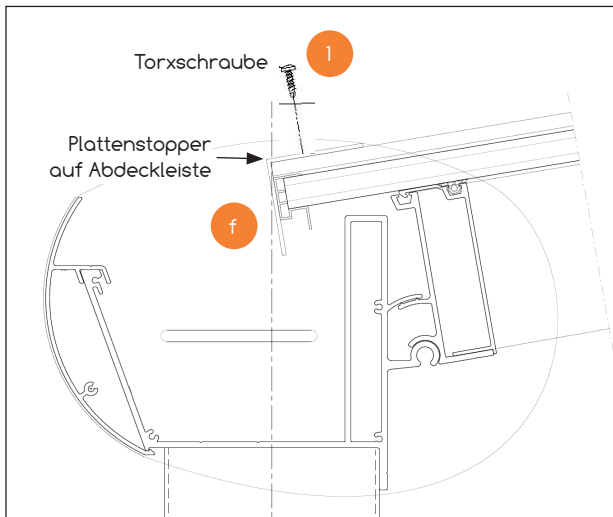

Abb. 26
- 6.9 Bringen Sie nun die Plattenstopper (f) an. Schrauben Sie diese mit einer Torxschraube (1) fest. (Bitte mit einem 4 mm Metallbohrer vorbohren) Abb.: 26